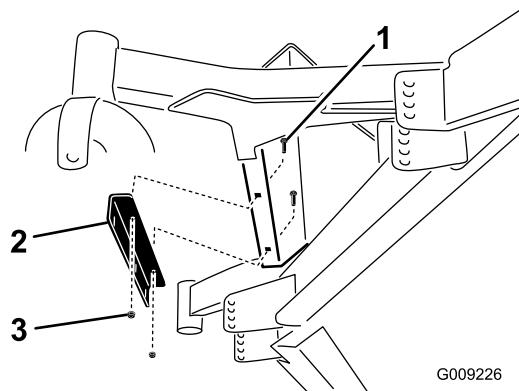

Figure 34
4. Fixez le support de montage de masse sous le repose-pieds avec 2 boulons de carrosserie (5/16" x 3/4") et 2 écrous à embase (5/16"), comme montré à la Figure 34.